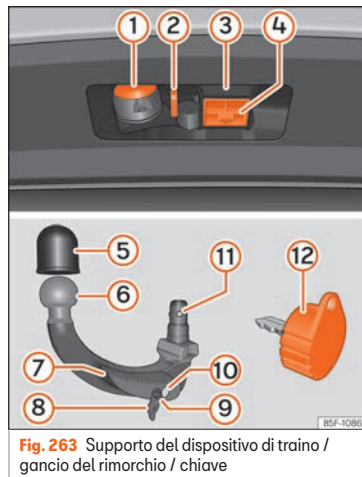

Fig. 263 Supporto del dispositivo di traino / gancio del rimorchio / chiave
- La zona superiore dell'alloggiamento del gancio è provvista di grasso lubrificante »» fig. 263 ③. Quando si utilizza il dispositivo è necessario assicurarsi che non sia stato rimosso.
- Estrarre il tappo di alloggiamento del gancio » » fig. 263 (4) verso il basso.
- Collocare il coperchio (4) nell'alloggiamento corrispondente » fig. 263.